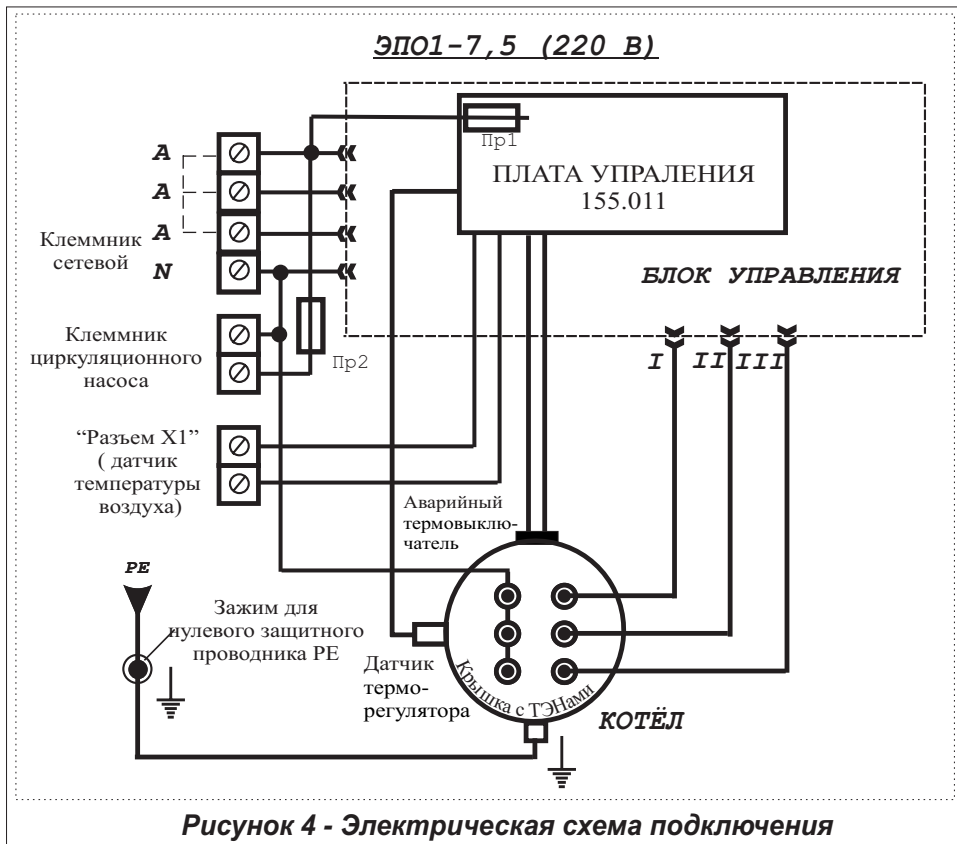

Рисунок 4 - Электрическая схема подключения
6.1.10. При подключении ЭПО1-7,5 (220В) установить перемычки в зажимах клеммника (пунктирная линия рис.4).